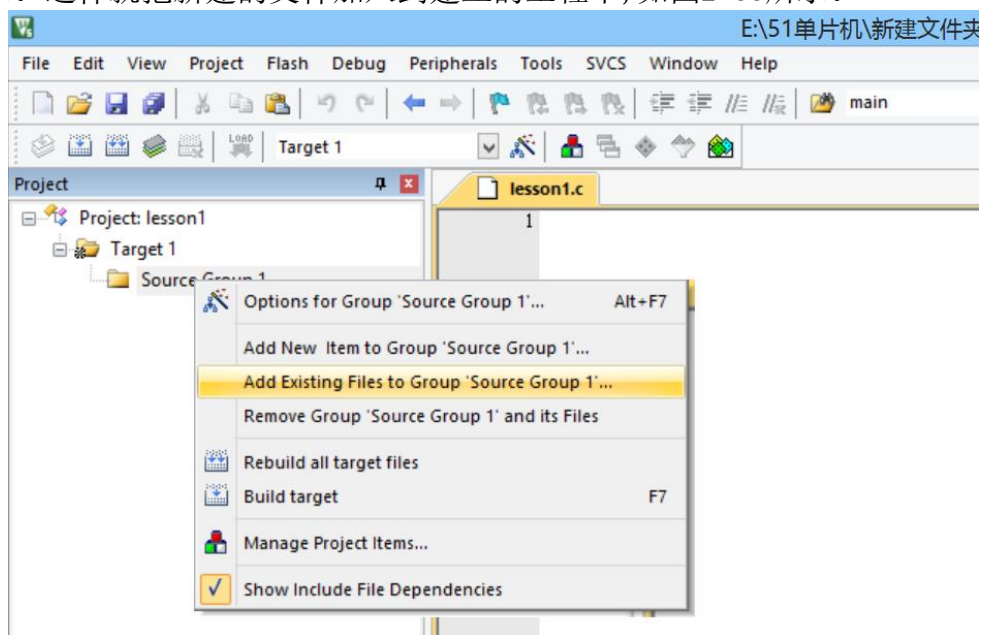
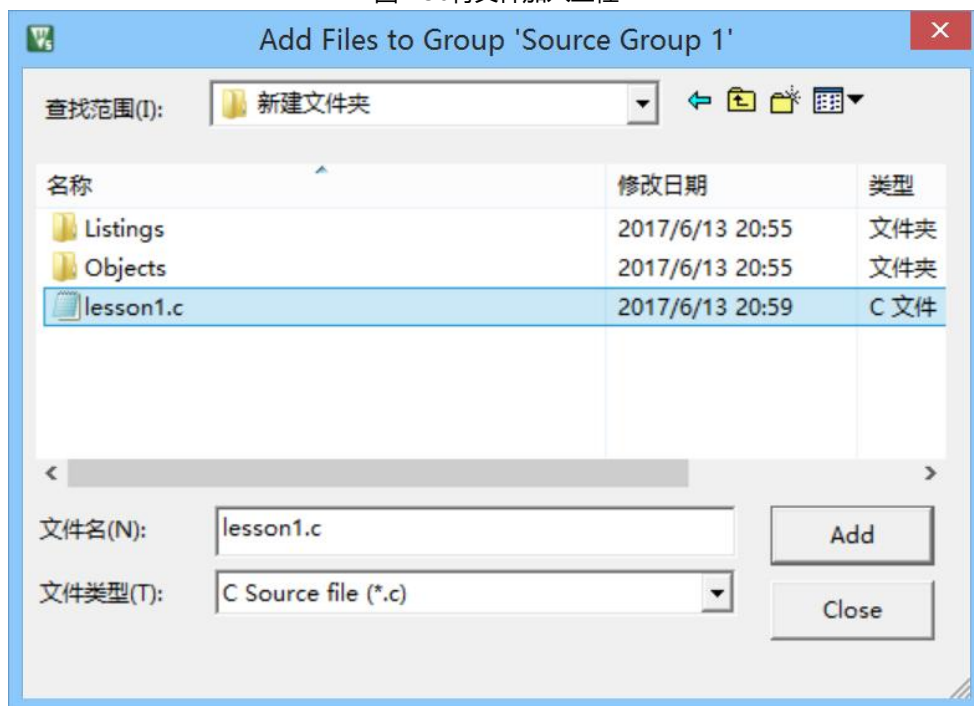
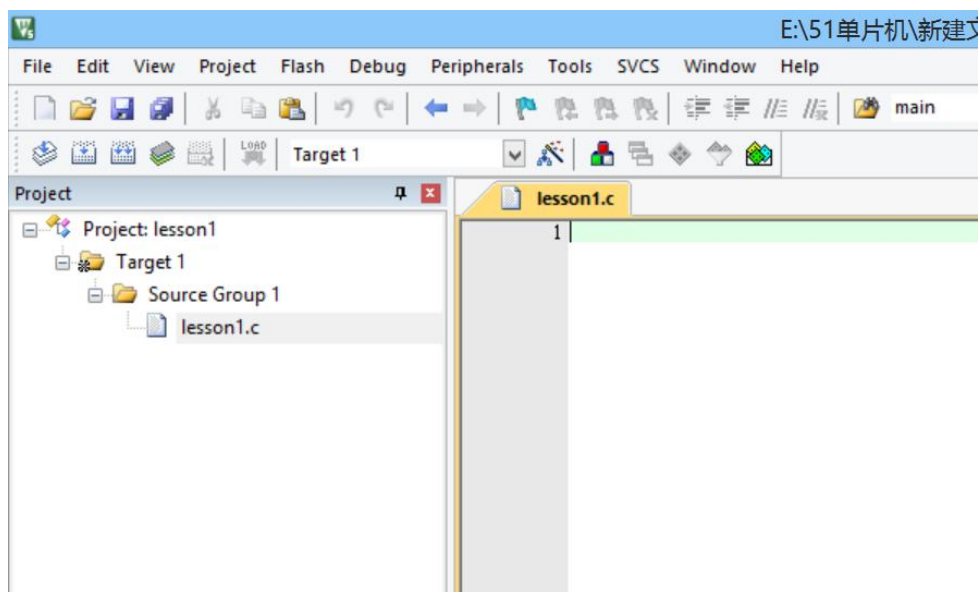

图2-56将文件加入工程
图2-57选中文件后的对话框
图2-58 将文件加入工程后的屏幕窗口
(2) 此时的新建文件与我们刚刚建立的工程还没有直接的联系，回到编辑界面，单击【目标1】前面的十号，然后在【Source Group1】选项上单击右键，弹出如图2-56所示菜单。然后选择【添加到文件组‘源组1’】菜单项，对话框如图2-57所示。这样就把新建的文件加入到建立的工程中，如图2-58所示。
(5) 生成hex文件。如果一个文件需要下载到单片机上运行，就需要用Keil µVision5来编译生成用于烧写芯片的hex文件。Hex文件格式是Intel公司提出的用来保存单片机或其他处理器的目标程序代码的文件格式。一般的编程器都支持这种格式。先打开刚做的第一个项目，打开它的所在目录，找到lesson1.Uv2的文件就可以打开先前的项目了。然后右击图2-58中的项目文件夹Target1，弹出项目功能菜单，选“Options for Target' Target1' ”，弹出项目选项设置窗口；也可以